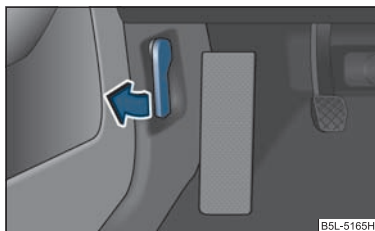

Fig. 169 Palanca de desbloqueo para el capó
- Tire de la palanca de desbloqueo debajo del tablero de instrumentos, lado del conductor ⇒ fig. 169.
- Desbloquee el capó del vano motor ⇒ fig. 169.